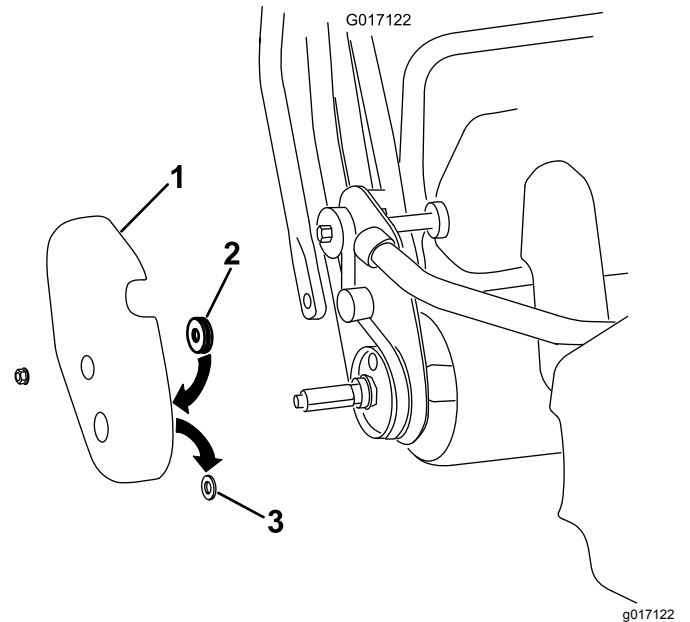

図 9
- A. 機体から右側ドラムカバーを取り外す 図 9。
- B. ドラムカバーのアクスルホールについているゴム製のハトメを外して廃棄する 図 9。
- C. アクスルホールの周囲をカバーするようにフェルト製のシールを貼り付ける 図 9。